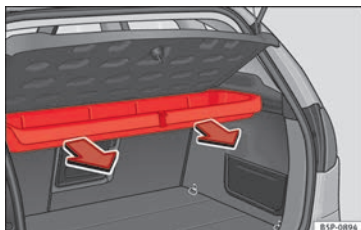

Bild 104 Demontera förvaringsutrymme.
- Dra utåt tills förvaringsfacket lossnar från rotationspunkten » bild 104.